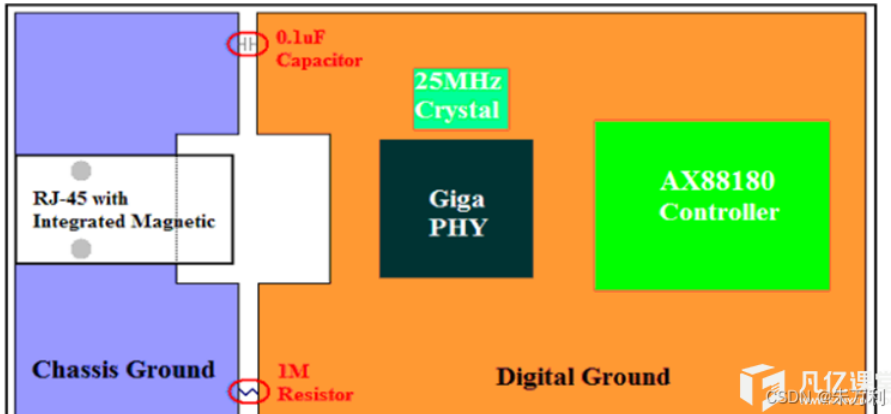
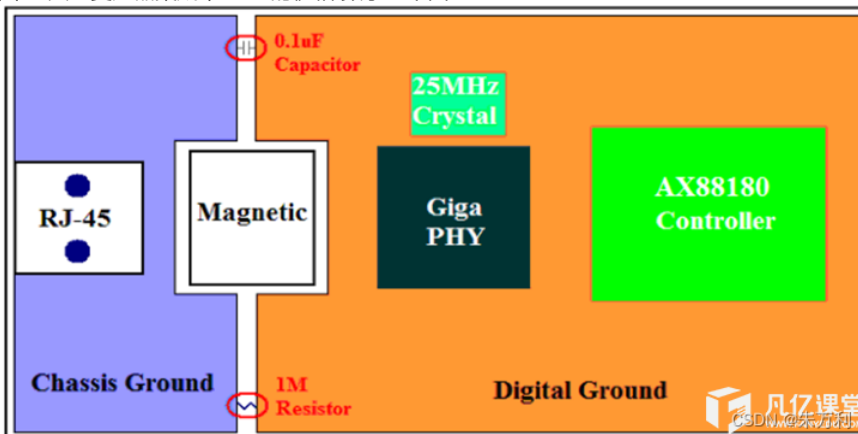

图11 典型变压器集成单RJ45的机箱/数字地平面
图12 典型RJ45和变压器分开的机箱/数字地平面
□RJ45底盘接地和数字地通过一个1M欧姆的电阻和一个0.1uF的去耦电容隔离。其底盘接地和数字地的间距，必须比60mil宽。如图11及图12所示。